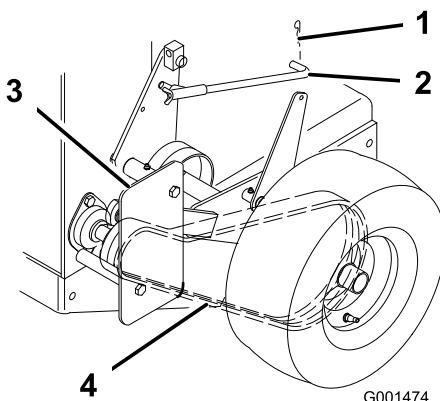

Figure 36
1. Enlevez la goupille fendue qui fixe la tige de frein au bras de frein pour détendre la poulie de tension de la courroie (Figure 36).
2. Enlevez les boulons inférieurs et desserrez les boulons supérieurs du déflecteur pour le faire pivoter et accéder à la courroie (Figure 36).
3. Soulevez la courroie et faites-la passer au-delà de la poulie de tension pour l'enlever de la poulie d' entraînement (Figure 36).
6. Fixez le déflecteur avec les boulons retirés précédemment, serrés au couple correct (Figure 36).
7. Fixez la tige de frein au bras de frein avec la goupille fendue (Figure 36).